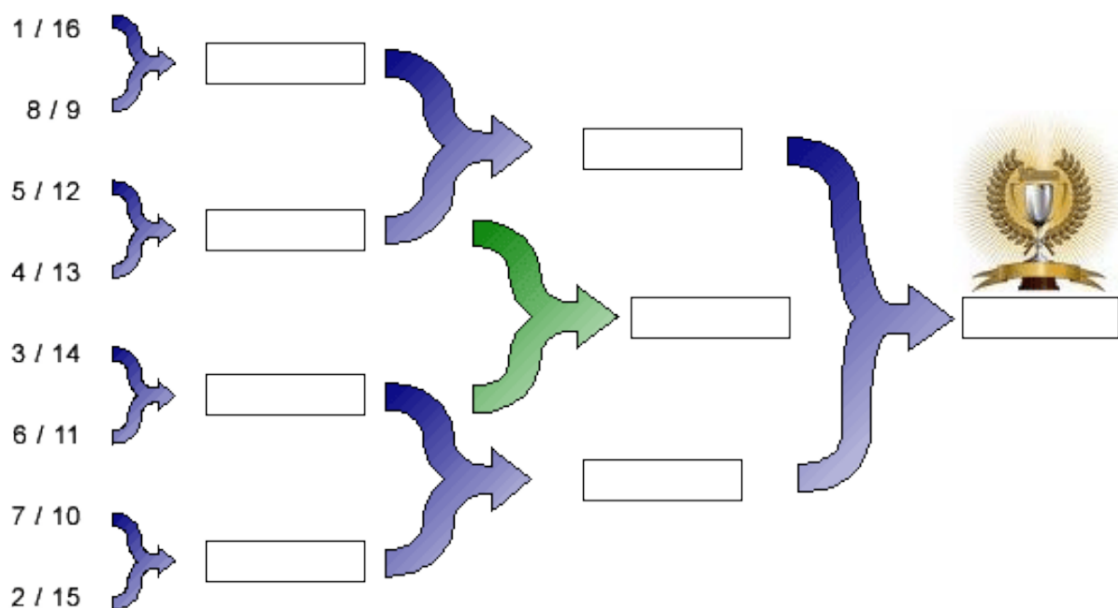

FIGURE 15 – Exemple de schéma de la phase finale
Chaque équipe vainqueur de son match de barrage sera intégrée au tableau principal de la phase finale de la rencontre (B). À l'issue de la phase de barrage, l'arbre de la phase finale de la rencontre (B) présenté Figure 15 pourra être revu afin de représenter plus fidèlement le niveau de chaque équipe.